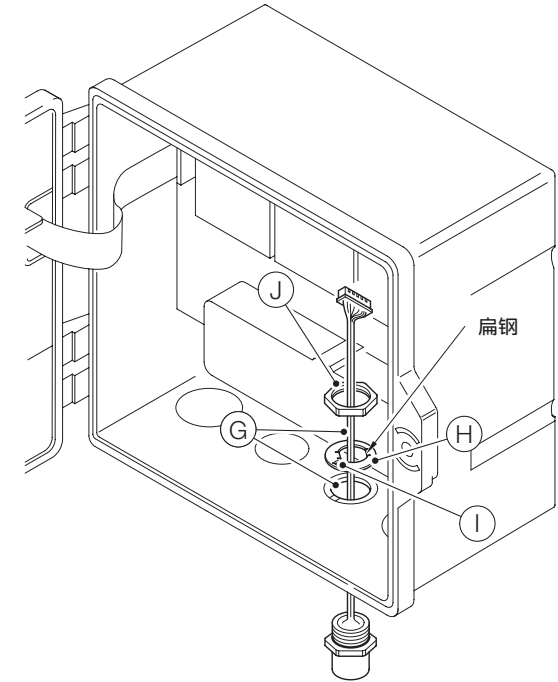

图 6 准备 EZLink 穿板式连接器电缆固定件
请参阅图 6:
- 7 将对齐标签 (I) 安装到压盖板槽 (K) 上并安装到铸件槽内。
- 8 将 EZLink 穿板式连接器主体 (L) 完全插入电缆入口, 并使用对齐垫圈上的平片对准穿板式连接器主体 (参阅图 6, (H) 项)。
- 9 将螺母 (J) 旋回到穿板式连接器主体上, 使用扭矩扳手紧固到 3 至 4 N·m (2.21 至 2.95 lbf·ft) 的力矩。